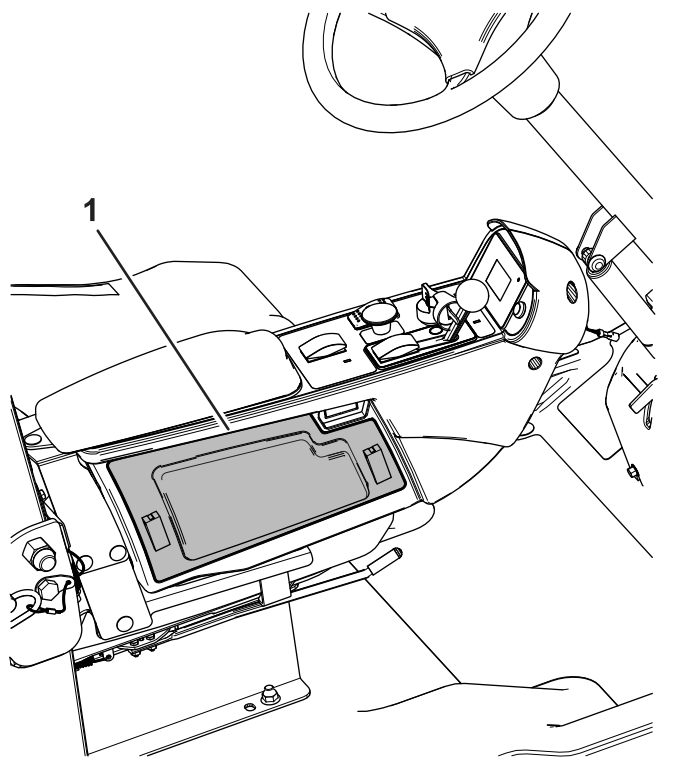

Figura 4
6. Ruotate i fermi e rimuovete la copertura laterale sul bracciolo (Figura 4).